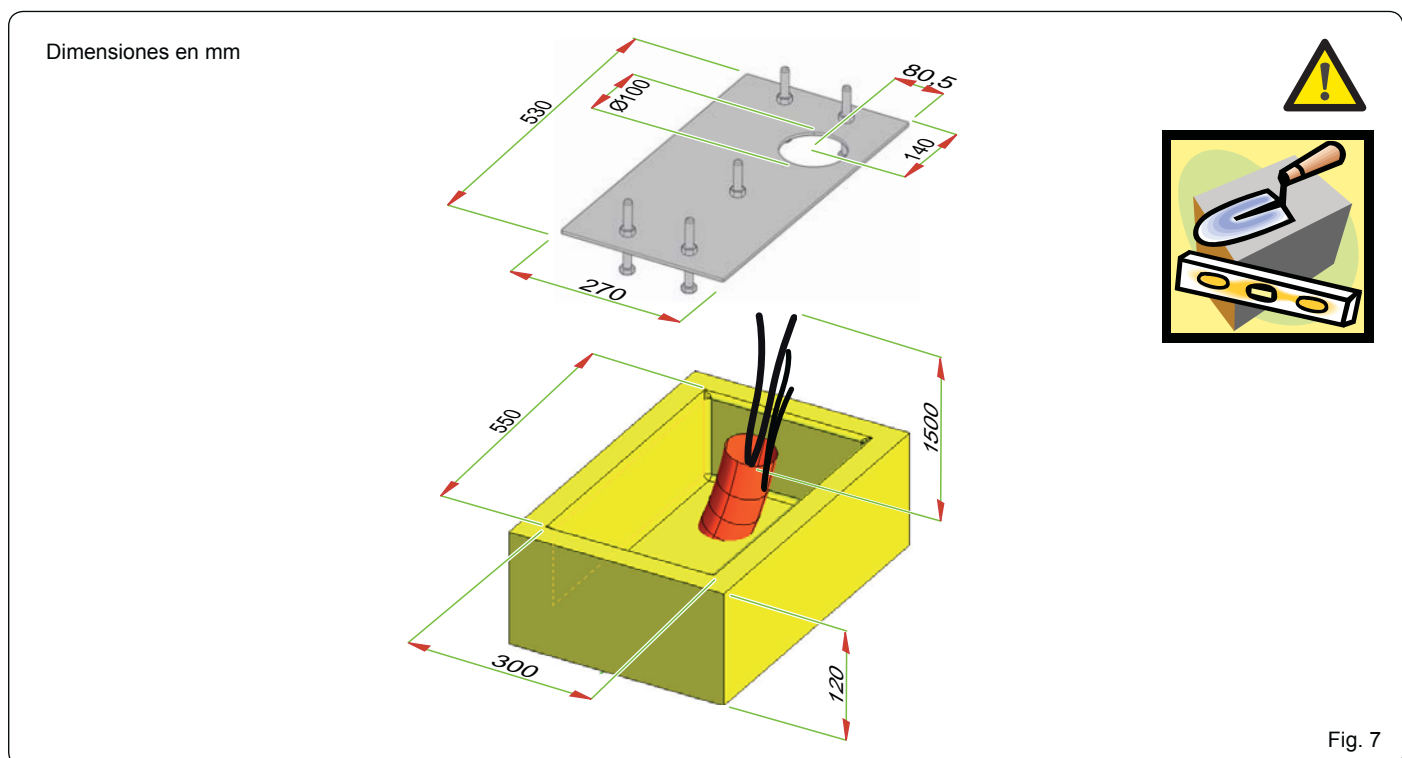

Fig. 7
3. Realice una base de cimentación tal y como se indica en la Fig. 7 y ponga en obra la placa de cimentación previendo una o varias vainas para el paso de los cables eléctricos por el orificio en la placa de cimentación.